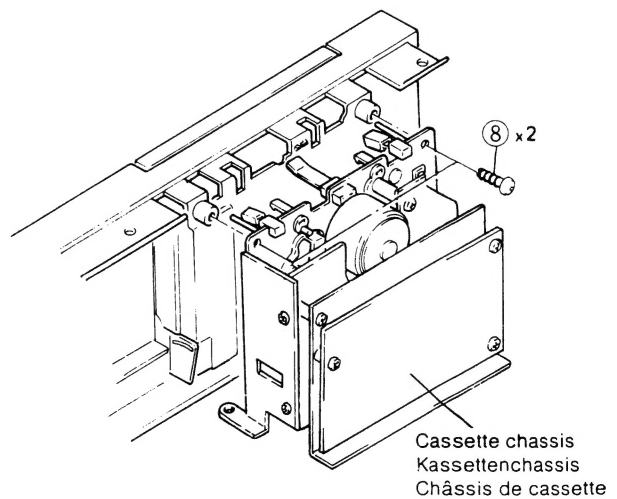

Fig. 8 Abb. 8
7. Cassette Chassis (Fig. 8)
7. Cassetten-Chassis (Abb. 8)
7. Châssis de cassette (Fig. 8)